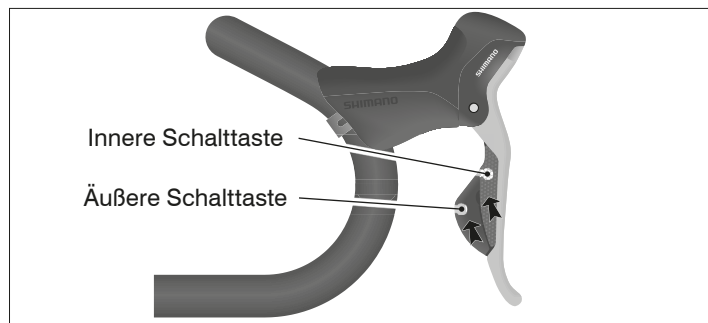

Abb.: K-2 Bedieneinheit auf der rechten Seite des Lenkers zum Schalten der Zahnkränze (Dura Ace Di2, Ultegra Di2).
- Um am Zahnkranz einen Gang hochzuschalten, drücken Sie auf der rechten Seite des Lenkers auf die äußere Schalttaste (siehe Abb.: K-2).
- Um die Akkuladung an der Akkuanzeige des Anzeigemoduls abzulesen, drücken Sie eine beliebige Schalttaste für mindestens 1/2 Sekunde (siehe Abb.: K-2).